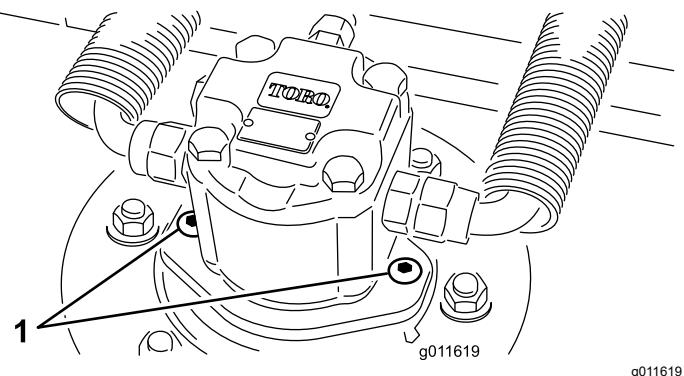

Figura 5
4. Instale el motor hidráulico en la carcasa (Figura 5). Asegúrese de que la junta tórica está correctamente colocada y que no está dañada.